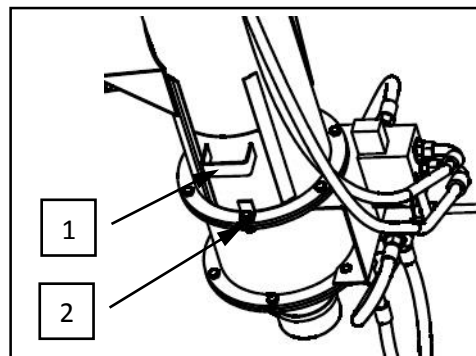

Figura 8 Punto de inspección
La limpieza se hace abriendo el punto de inspección colocado en la tubería (Figura 8). Para abrir la salida (1), desenrosque el tornillo M8x25 (2) que conecta el pestillo. Luego, sujetando el mango tire hacia arriba. (Figura 8)